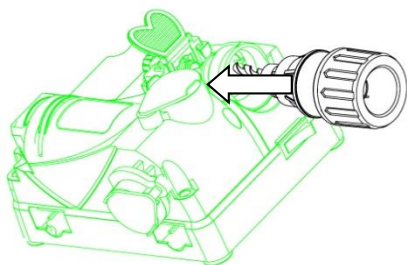
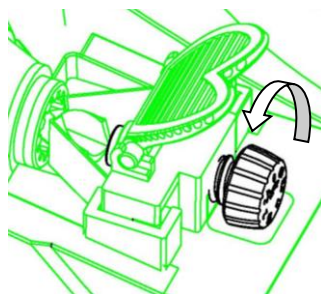

Fig. 4
Fig. 5
1. Insérez le porte-foret dans le guide et assurez-vous que la « nervure » sur le porte-foret correspond à la rainure du guide. (Fig. 4) Ouvrez le porte-foret (tournez-le dans le sens antihoraire) et réglez la profondeur au réglage désiré. Ajustez ce réglage avec le piston vers le haut et les griffes de positionnement fermées : 0 correspond au réglage où le moins de matériau sera enlevé, 3 correspond au réglage où le plus de matériau sera enlevé (utiliser pour les forets endommagés) (Fig. 5).